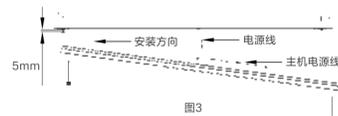

图3
- 如图3，小心托起主机，将主机装入膨胀螺丝及垫片并用螺母拧紧。